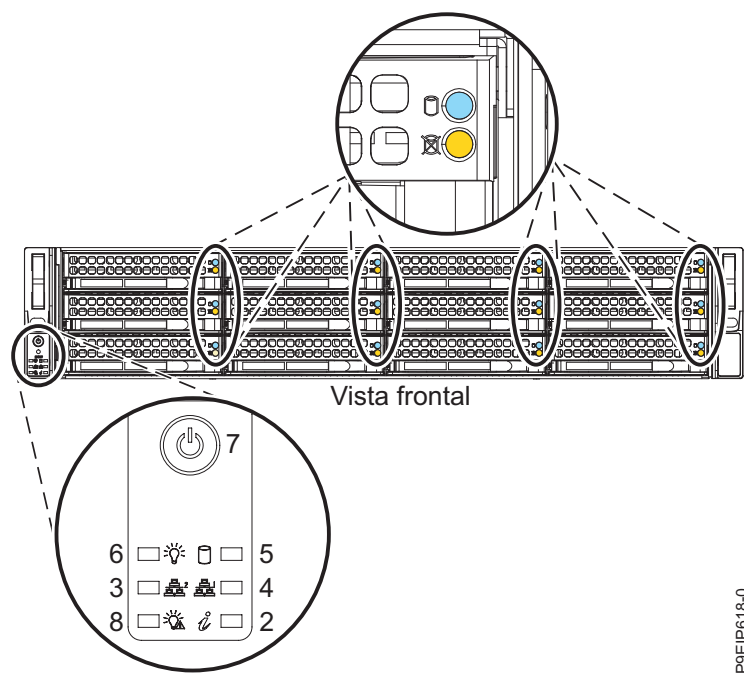

Figura 66. Interruptor de alimentación de 5104-22C, 9006-22C o 9006-22P
2. Pulse el botón de encendido (7) que se muestra en la Figura 66 en la página 105. Puede que tenga que pulsar el interruptor de 0,5 a 3 segundos.